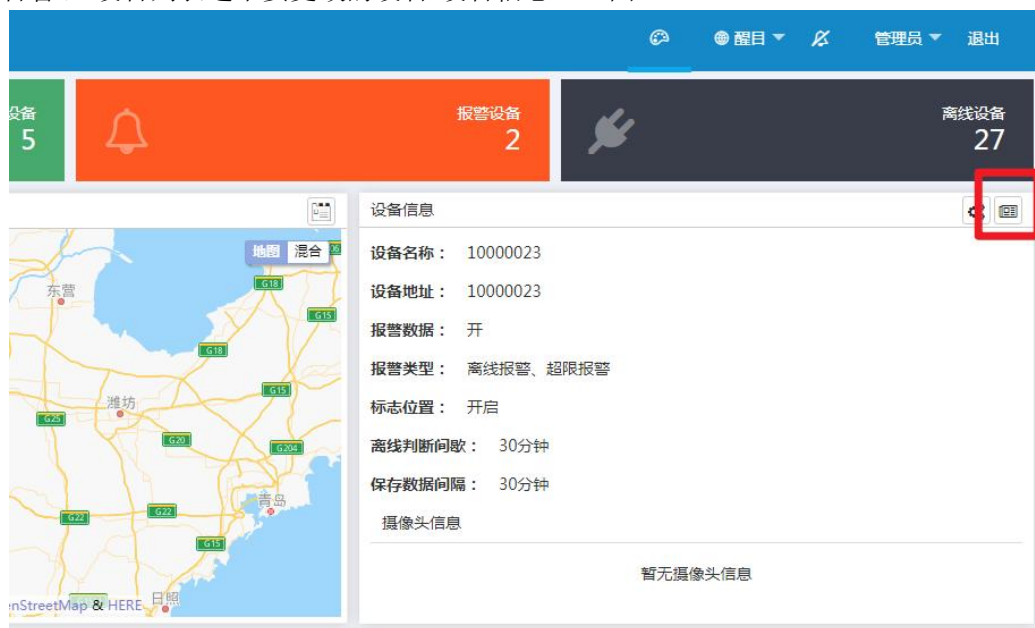
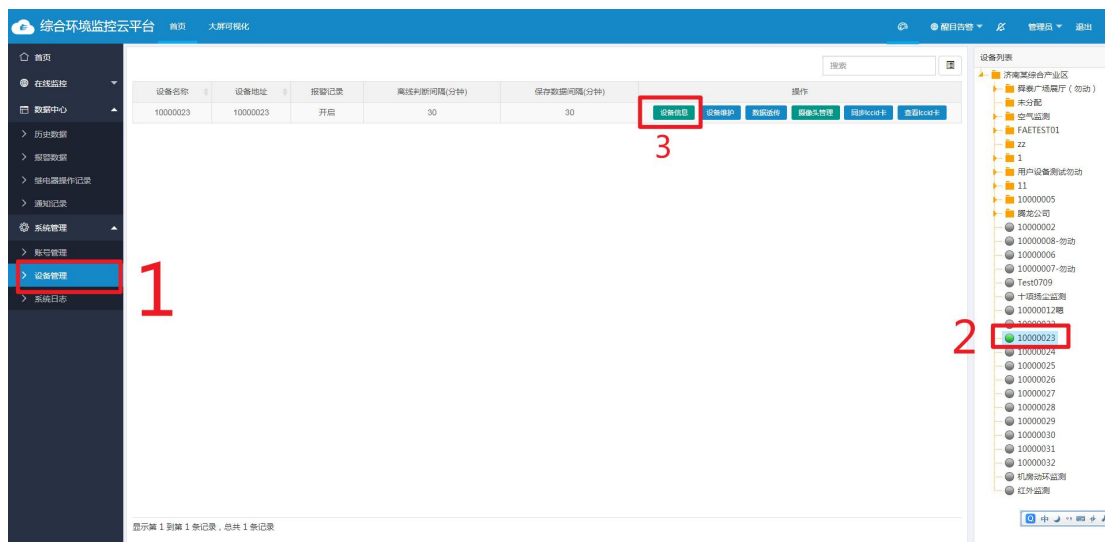

图 1
图 2
5.2.1 点击设备信息一栏中，图中画红框的按钮（图 1）。或者点击左侧功能栏，系统管理-设备管理-设备列表选中要更改的设备-设备信息。（图 2）